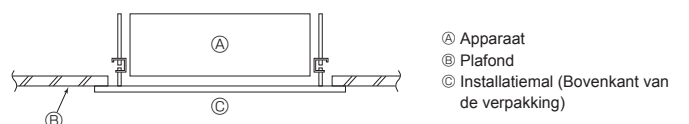

Fig. 3-8
3.7. De exacte positie van het apparaat vaststellen en de ophangbouten vastzetten (Fig. 3-8)